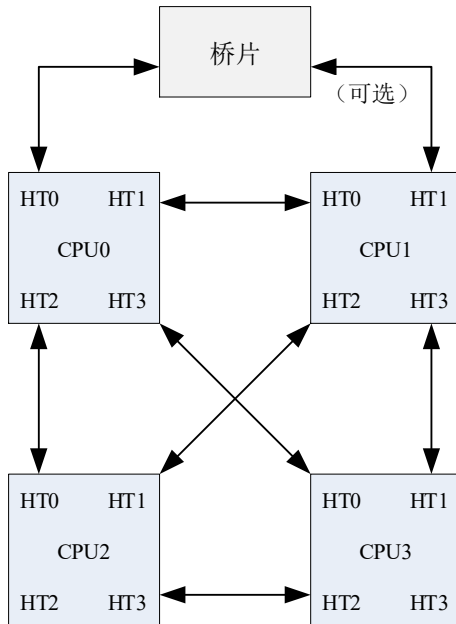

图 2-3 四处理器系统
- (3) 四路服务器，龙芯 3C5000 四处理器系统。使用固定的 HT 接口用于 IO 桥片连接；使用其它 HT 接口用于多处理器间互连。一种常见的连接方式如图 2-3 所示：